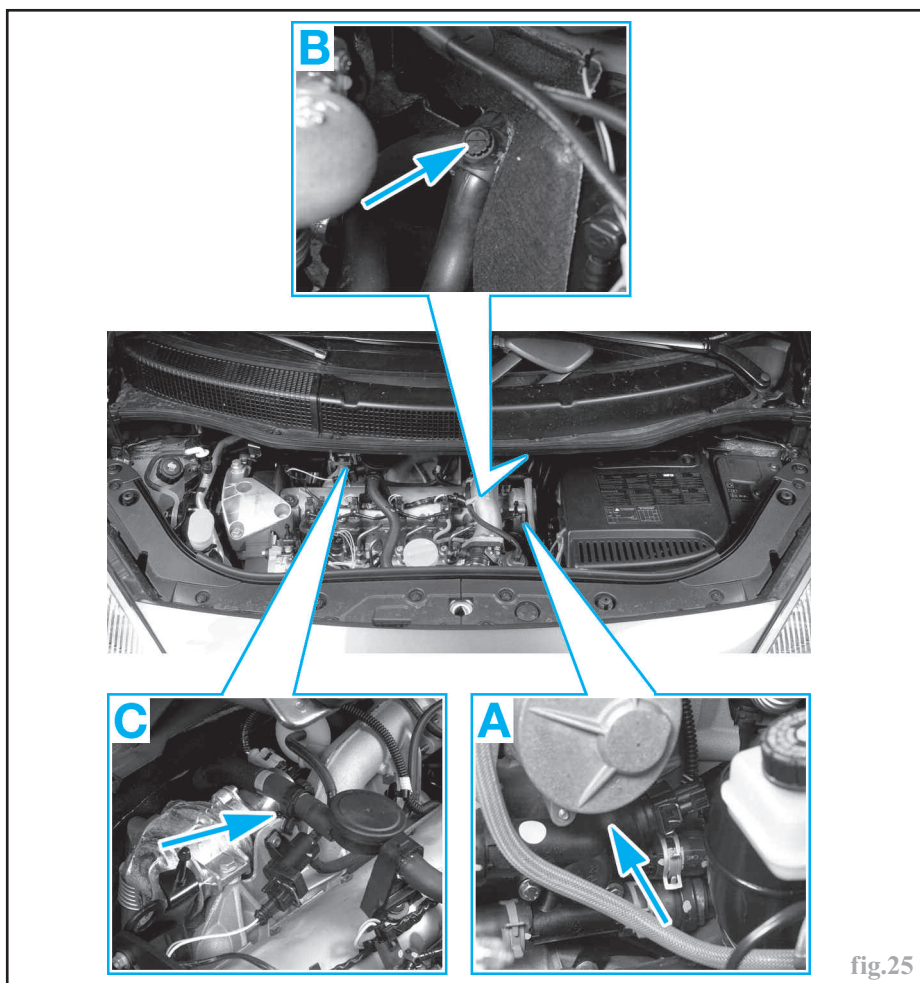

fig.25
- sur le boîtier thermostatique (A) (fig.25),
- sur l'une des durits du radiateur de chauffage contre le tablier (B),
- sur l'échangeur eau / EGR (C).